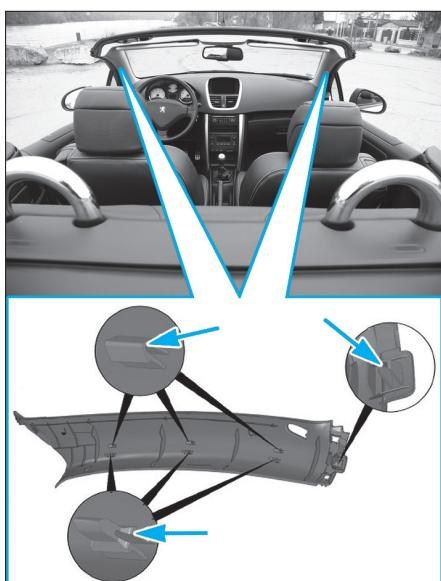

FIG. 15
- De chaque côté, dégrafer comme illustré les garnitures de montant de baie de pare-brise (Fig.15)